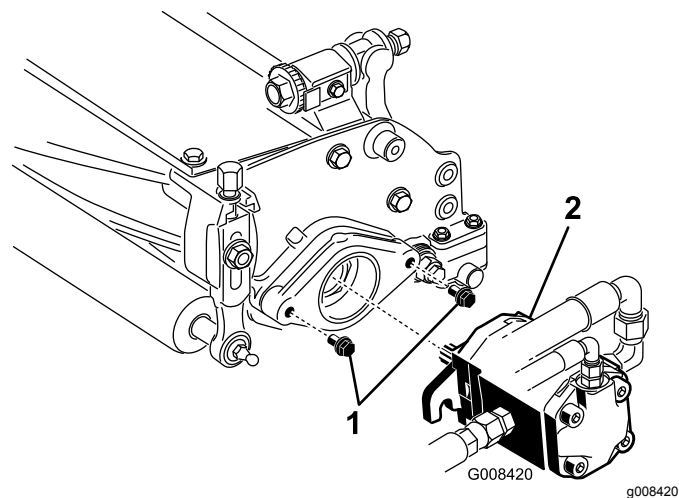

Figura 11
- Assicuratevi che su ciascun bullone di montaggio del motore principale del cilindro sporgano circa 13 mm di filettatura (Figura 11).
- Spalmate grasso pulito sull'albero scanalato del motore e montate il motore ruotandolo in senso orario in modo che le relative flange non tocchino i prigionieri. Ruotate il motore in senso antiorario, finché le flange non circondano i prigionieri (Figura 11).
- Serrate i bulloni di fissaggio (Figura 11).